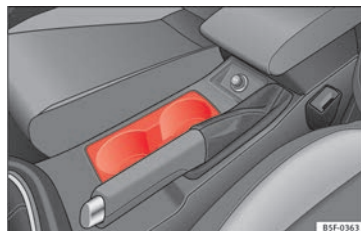

Fig. 115 Consola central: suporte para bebidas à frente.
– Coloque as bebidas no suporte » **Fig. 115.**